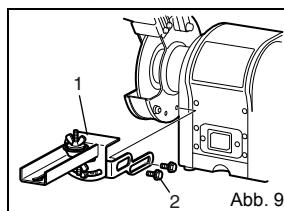

Abb. 9
■ Montieren Sie das Schärfzubehör für Sägeblätter wie in Abb. 9 dargestellt.